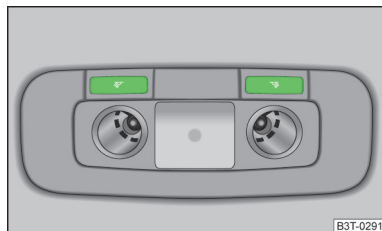

Fig. 37
- Pulsar la tecla  o  » fig. 37.